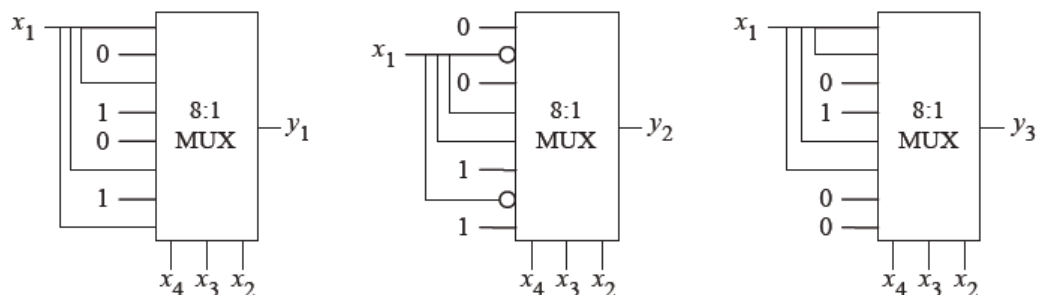

Abbildung 2: Multiplexer-Schaltnetze
3. Gegeben seien die folgenden Multiplexer-Schaltnetze (Abbildung 2). Minimieren Sie die dargestellten Funktionen und geben Sie Implementierung an, die mit einem einzigen 4x1 Multiplexer auskommen. (3P+3P+3P)